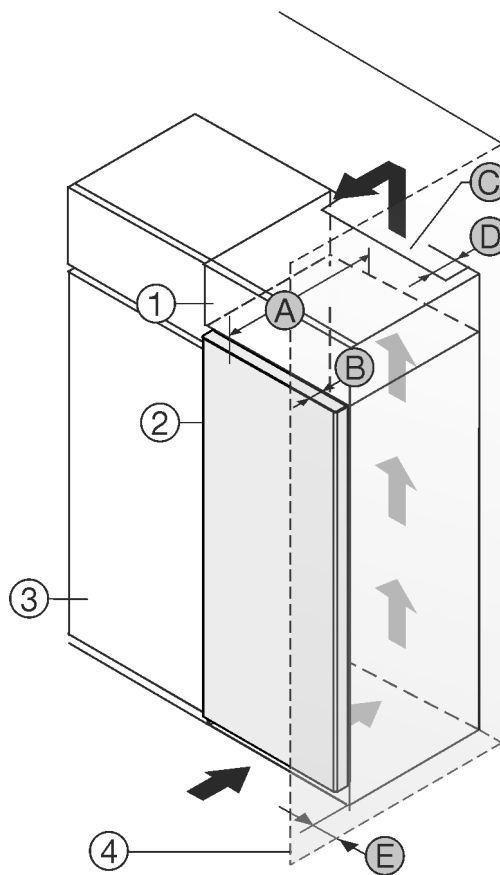

Fig. 1
A készülék közvetlenül a konyhaszekrény Fig. 1 (3) mellé állítható.*
A rátétszekrény hátoldalán egy megadott mélységű *Fig. 1 (D)* szellőzőaknát kell kialakítani a rátétszekrény teljes szélességében.*
A mennyezett alatt be kell tartani a szellőző keresztmet-szetet *Fig. 1 (C)*.*
Ha a készüléket a zsanérjaival a fal *Fig. 1 (4)* mellé állítja fel, legalább 13 mm távolságot kell tartani a faltól.*
Ha a készüléket a zsanérjaival a fal *Fig. 1 (4)* mellé állítja fel, legalább 20 mm távolságot kell tartani a faltól.*
Ahhoz, hogy az ajtót teljesen ki tudja nyitni, a készüléknek a konyhaszekrény elülső oldalához képest legalább az ajtó mélységének *Fig. 1 (B)* megfelelően ki kell állnia. A konyha-szekrények *Fig. 1 (3)* mélységétől és a fali távtartók használatától függően a készülék nagyobb mértékben is túllóghat előre felé.*